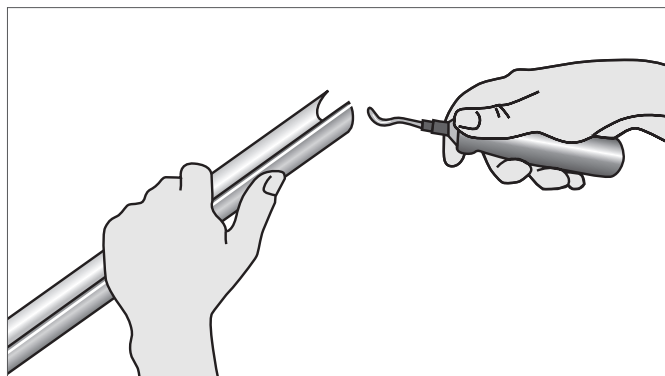

Рис.14-7 Зачистка концов
3. Зачистить торец желоба (см. рис. 14-7).